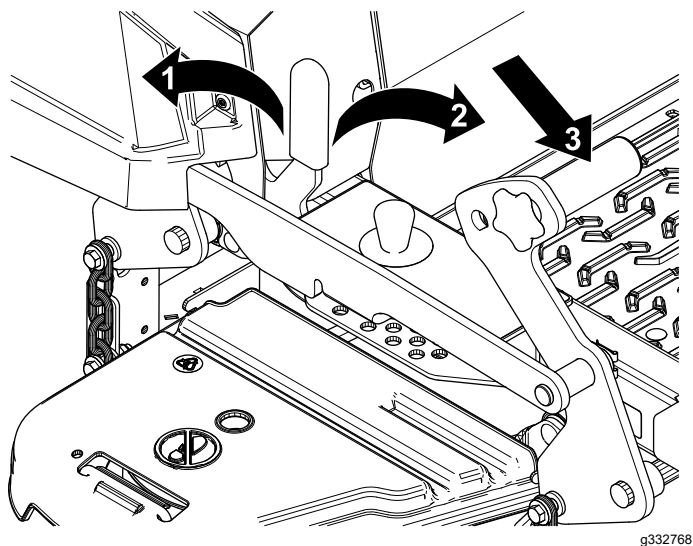

Bild 28
1. Drücken Sie das Mähwerkhubpedal ganz nach vorne, um das Mähwerk in der TRANSPORTStellung (Bild 28) zu arretieren.
2. Drücken Sie das Mähwerkhubpedal nach vorne und schieben Sie die Transportsicherung nach vorne bis zur ENTRIEGELN-Stellung und senken Sie dann langsam das Mähwerk ab. (Bild 28).